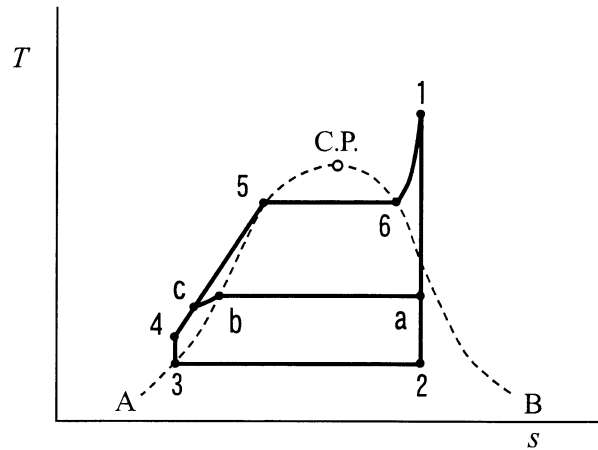

図2
4) 図2は、図1の基本サイクルで復水器で冷却水に捨てられる熱量を軽減するために用いられるサイクルであり、10 サイクルと呼ばれる。このサイクルでは、状態点1に供給される蒸気1kgのうち、 $m$  [kg]が状態点aにおいて11され、給水加熱器に送られて給水加熱に使われ、状態点cになる。このとき、このサイクルの理論熱効率 $\eta_{th}$ は、給水ポンプの仕事を見捨てた場合、式12で示される。